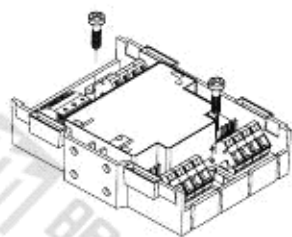

图 9
- 安装在控制器或开关柜内部: 直接安装在平整表面上(图 9)。